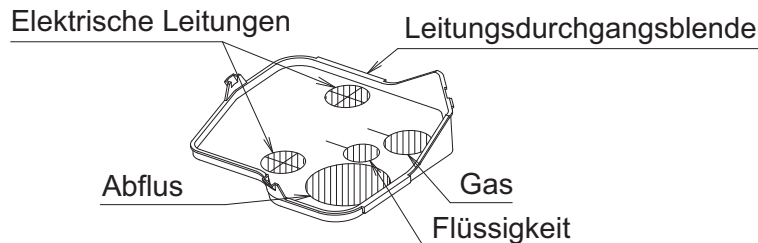

Abb. 19
- Im Falle von aufwärtsführenden Leitungen entfernen Sie die Abdeckung für die Durchführung der Rohrleitung. Stellen Sie Löcher für die Durchführung der Rohrleitung her, indem Sie die Abdeckung mit einem Schneidgerät wie z. B. einer Schere einschneiden. Führen Sie die Rohrleitungen durch die Abdeckung und bringen Sie anschließend die Abdeckung am Innengerät an. **(Siehe Abb. 19)**